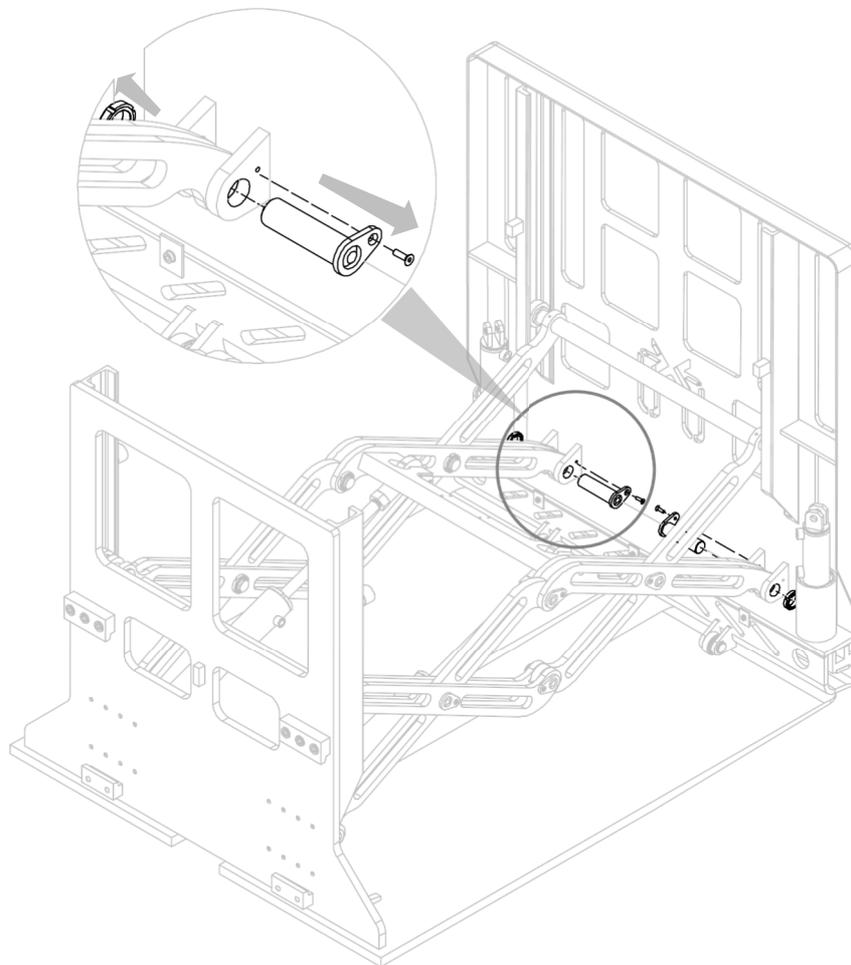

Figure 18
2. Retirer les goupilles (avec les vis et les bagues correspondantes) indiquées sur la *figure 18*.